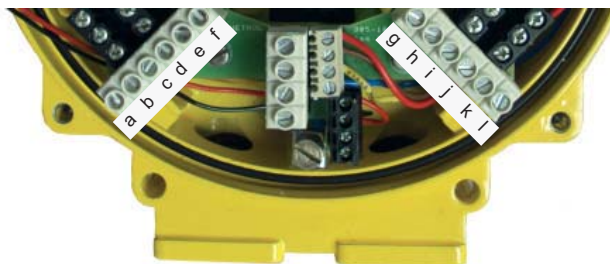

Figure 11
- Effectuer les branchements sur les connecteurs. (**cf figure 11 ci-dessous**)